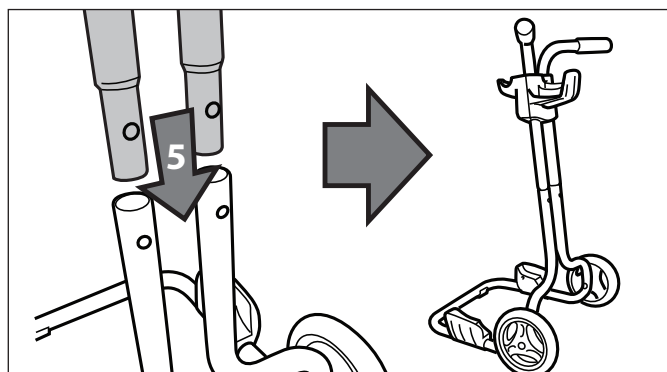

Figure 5. Installer les poignées
- Insérer les tubes supérieurs (poignées) dans les tubes inférieurs du chariot tel qu'il est indiqué à la Figure 5. S'assurer que les tubes supérieurs (poignées) sont bien orientés et aligner les trous de vissage.